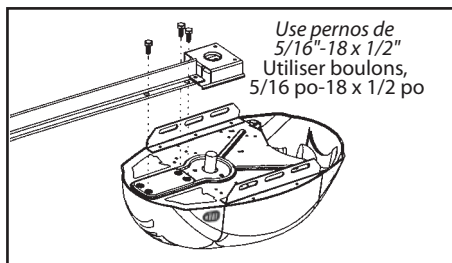

FIG. 1-5 Riel – Conjunto de la caja de control.
1. Acople el conjunto del riel a la caja de control alineando el piñón en el eje del motor. Use (3) pernos de 5/16 -18 x 1/2" (Fig. 1-5).
1. Fixer le rail à la tête motorisée en alignant le pignon sur l'arbre du moteur. Utiliser (3) boulons, 5/16 po-18 x 1/2 po (Fig. 1-5).